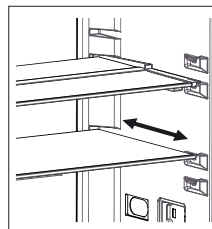

рис. 1
- Щоб перевести полицю у початкове положення, потягніть її до себе (рис. 1).